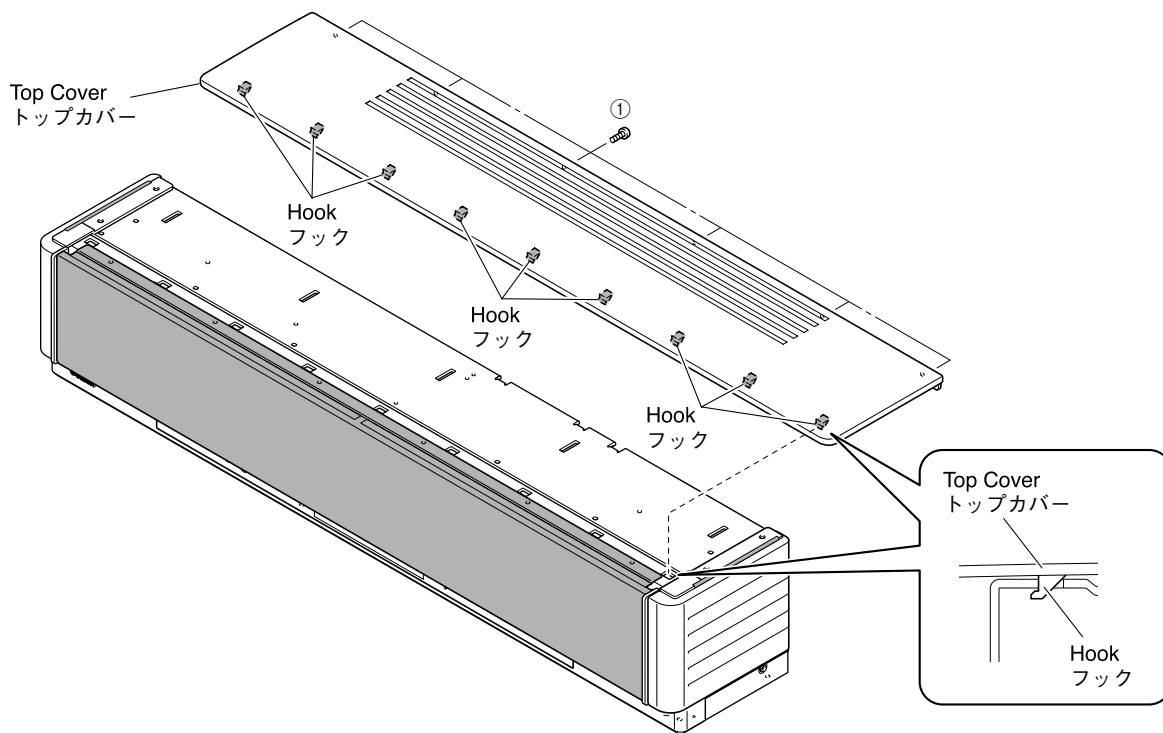

Fig. 1
- a. Remove 6 screws (①). (Fig. 1)
- b. Lift up the rear of the top cover a little and after removing 9 hooks, remove it rearward. (Fig. 1)
- \* To install the top cover, be sure to install 9 hooks at the front first and then install 6 screws (①). (Fig. 1)
- a. ①のネジ6本を外します。(Fig. 1)
- b. トップカバーの後ろを少し持ち上げ、フック9ヶ所を外し、後方へ取り外します。(Fig. 1)
- \* トップカバーを取り付ける場合は、必ず前方のフック9ヶ所から取り付け、①のネジ6本を取り付けてください。(Fig. 1)